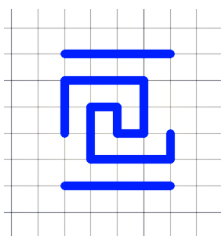

Рис. 8
2. Інструментом "Отрезок" накреслити еталонний зразок узору по клітинках сітки, розміром, наприклад, 10x10 мм. (рис. 8)